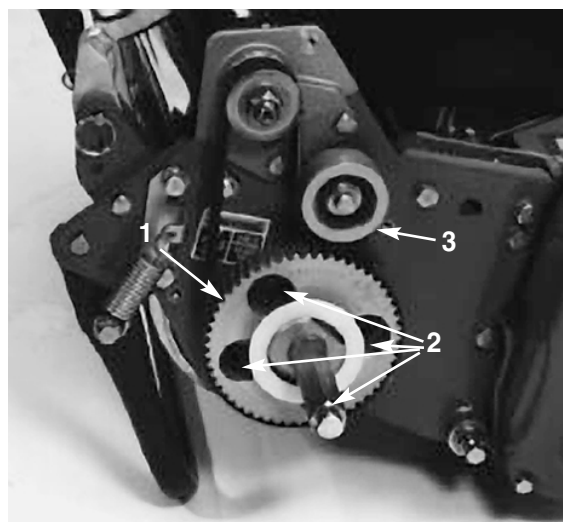

Fig. 3.
cuscinetto a rulli (4) (Fig. 3).